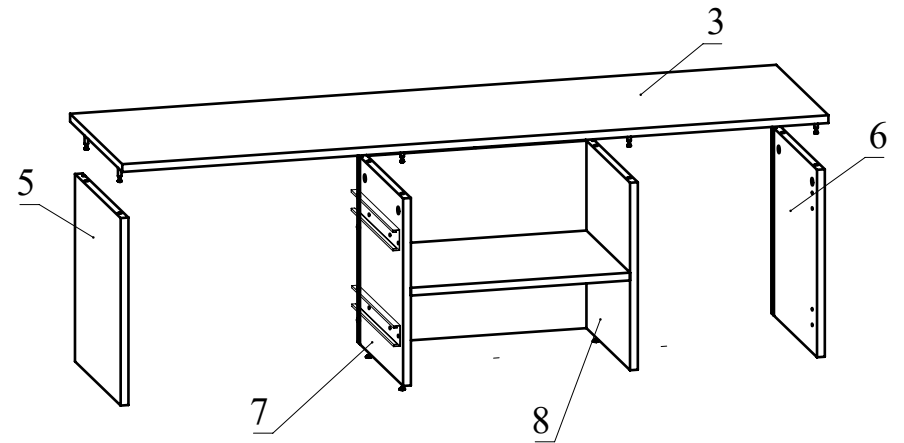

Рис.7
7. Присоедините деталь 3, к деталям 5,7,8,6 согласно схемы (Рис.7).